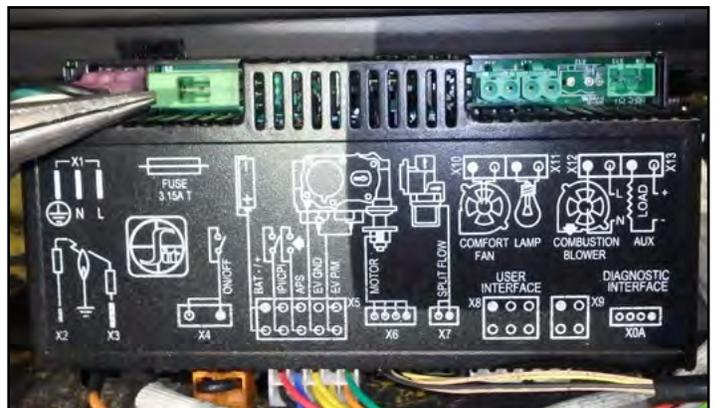

Figure 18.7.01:
6. Retirez le porte-fusible illustré à la **Figure 18.7.01**.